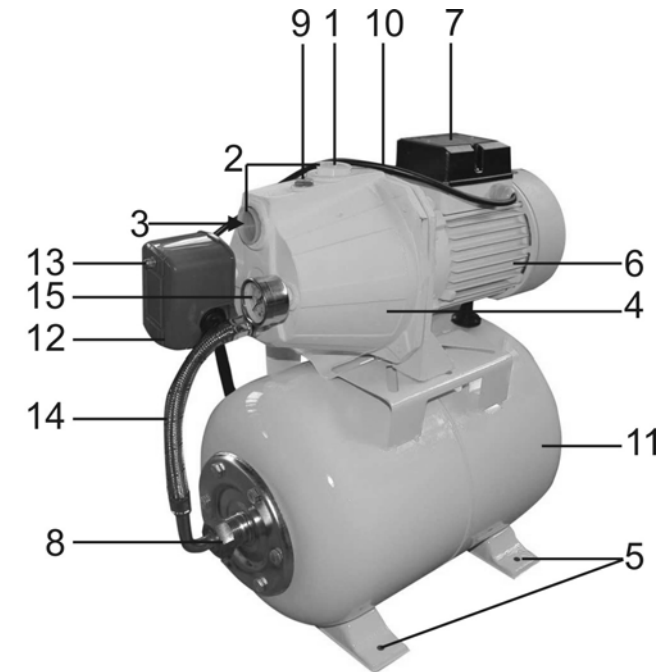

Рис.1
6. УСТРОЙСТВО СТАНЦИИ (Рис.1)
7.4. Извлечь заглушки 2 (Рис.1)
7.5. В отверстия нагнетательного и всасывающего патрубка 1 и 3 (Рис.1), соответственно, установить штуцера или другие соединительные элементы трубопроводной системы (не комплектуются), обеспечив герметичность соединения.
8.1.Принцип работы (Рис.1)
Figure 1 shows a hand holding a black cap (16) to cover a small circular opening (19) on the side of a white, rounded container (11).
8.2.3 Через заливное отверстие, закрытое болтом 9 (Рис.1), заполнить насос водой. Для этого необходимо открутить болт 9 (Рис.1).
8.2.4. После заполнения насоса водой, герметично закрутите болт 9 (Рис.1).
8.3.4.Исключите попадание воды на двигатель 6 и на клемную коробку 7 (Рис.1).
8.4.1. Отключите шнур питания 10 (Рис.1) от источника электрического тока
8.4.2. Открутите гайку 13 и снимите крышку реле давления 12 (Рис.1).
8.4.4. Закрепите крышку реле давления 12 гайкой 13 (Рис. 1).
8.4.5. Включите станцию и, ориентируясь на показания манометра 15, проверьте правильность регулировки (Рис.1).
(Рис.1). Для станций модели БЦС – 1,00-40-УЗ - открутите болт для слива воды. Для слива воды из станций модели БЦС – 0,70-32-УЗ и БЦС – 0,83-42-УЗ необходимо открутить гайку 8* (Рис.1)
9.4. Ежемесячно проверяйте давление воздуха в расширительном баке¹¹ (Рис.1) (см.п.8.2.1).